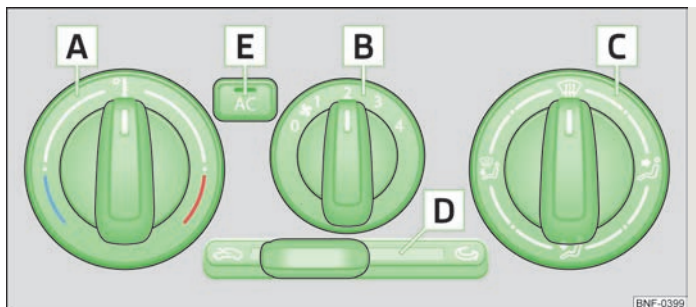

Fig. 59 Climatiseur : organes de commande
Le système de refroidissement ne fonctionne que si la touche **AC** **E** » fig. 59 est enfoncée et les conditions suivantes sont remplies :
- Faites tourner le sélecteur **A** » fig. 59 vers la droite pour augmenter la température.
- Faites tourner le bouton de commande de soufflante **B** » fig. 59 sur l'une des positions 1 à 4 pour mettre la soufflante en marche.
- Le bouton de régulation de la répartition de l'air **C** » fig. 59 permet de diriger le flux d'air.
- Appuyez de nouveau sur la touche **AC** **E** » fig. 59 pour désactiver le système de refroidissement. Le témoin s'allume dans la touche.
- Après l'activation, le voyant de la touche **AC** **E** » fig. 59 s'allume, même si toutes les conditions pour le fonctionnement du système de refroidissement ne sont pas remplies. Ceci signale l'opérationnalité du refroidissement dès que toutes les conditions sont remplies » **page 57**.
- Organes de commande **A**, **B**, **C**, **D** et la touche **E** » fig. 59.
- Poussez le curseur **D** » fig. 59 en position